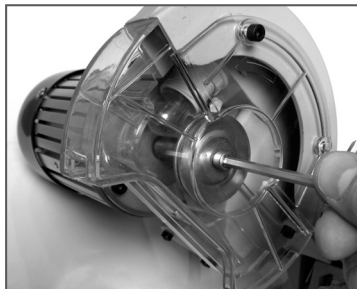

Рис. 4 Снятие прижимной шайбы заточного диска
3. Используя ключ шестигранный 5 мм из комплекта поставки, выкрутите винт крепления защитного кожуха и снимите прижимную шайбу заточного диска (Рис. 4).